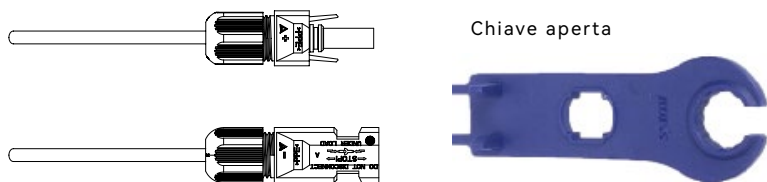

Figura 5-8
6) utilizzare una chiave a sfera aperta per avvitare il dado sino all'estremità per assicurare che il terminale sia ben sigillato, come illustrato nella figura 5-8: